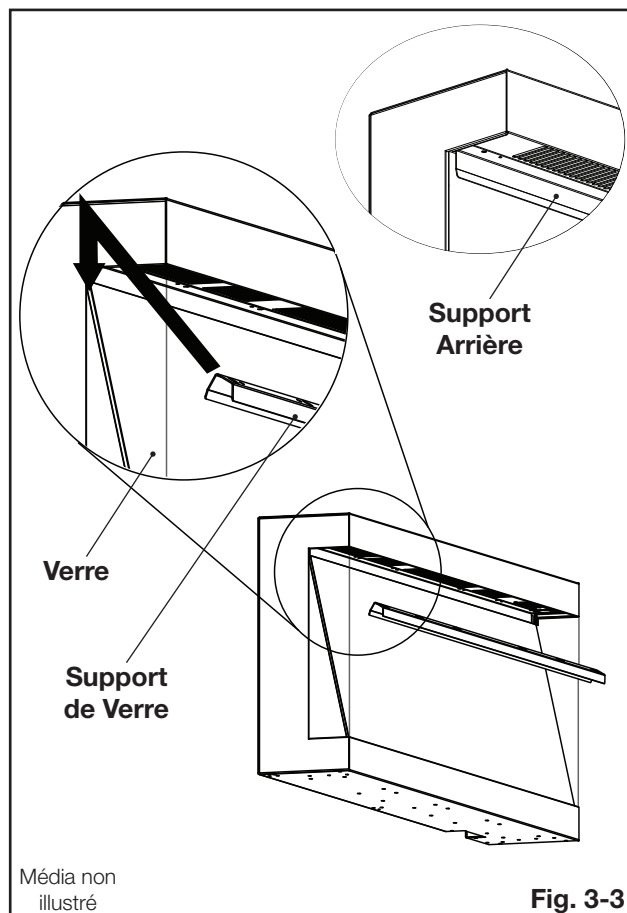

Fig. 3-3
3. Pour faciliter l'installation, utilisez le support de verre pour enfoncer délicatement la vitre avant sur le support arrière (**Fig. 3-3**). Veillez à ne pas vous pincer les doigts ou les mains.